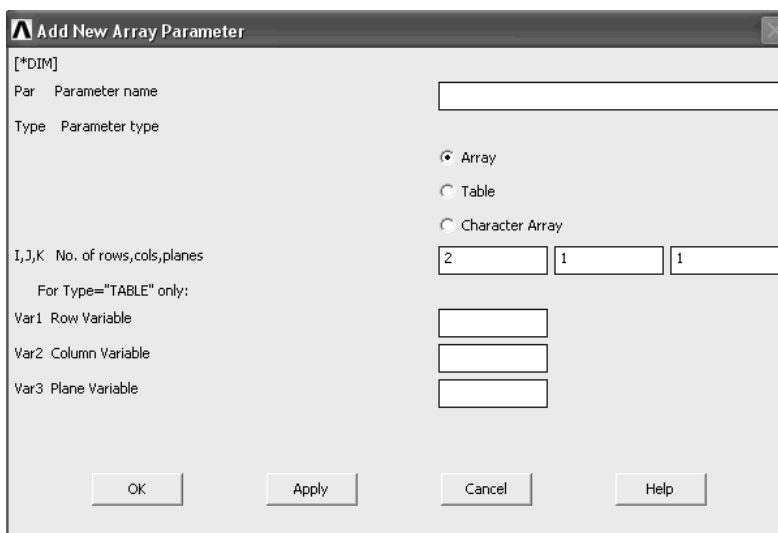

Рисунок 8. Окно *Add New Array Parameter*
- В появившемся окне *Add New Array Parameter* (Рисунок 8) в поле *Par* необходимо ввести имя массива, который будет определять характер изменения нагрузки. В первом окне раздела *I,J,K No. of row, column, planes* необходимо указать, сколько значений изменяющейся во времени нагрузки будет использоваться (размерность массива).